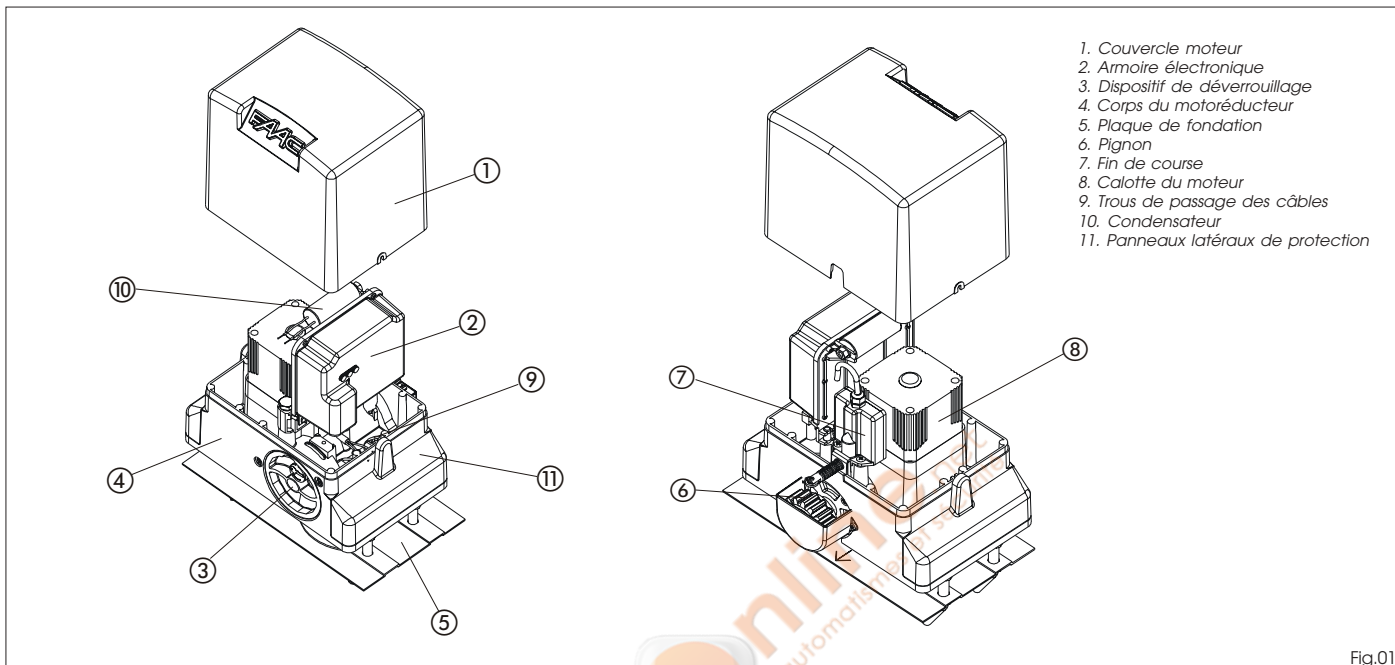

Fig.01
- 2- Placer l'opérateur sur la plaque de fondation en utilisant les rondelles et les écrous fournis d'après la Fig. 09. Durant cette opération faire passer les câbles à travers les ouvertures spécifiques réalisées dans le corps du moteur (Voir Fig. 01 réf. 9). Si nécessaire, il est possible, en utilisant un marteau, d'unir les deux trous en obtenant un passage plus large.